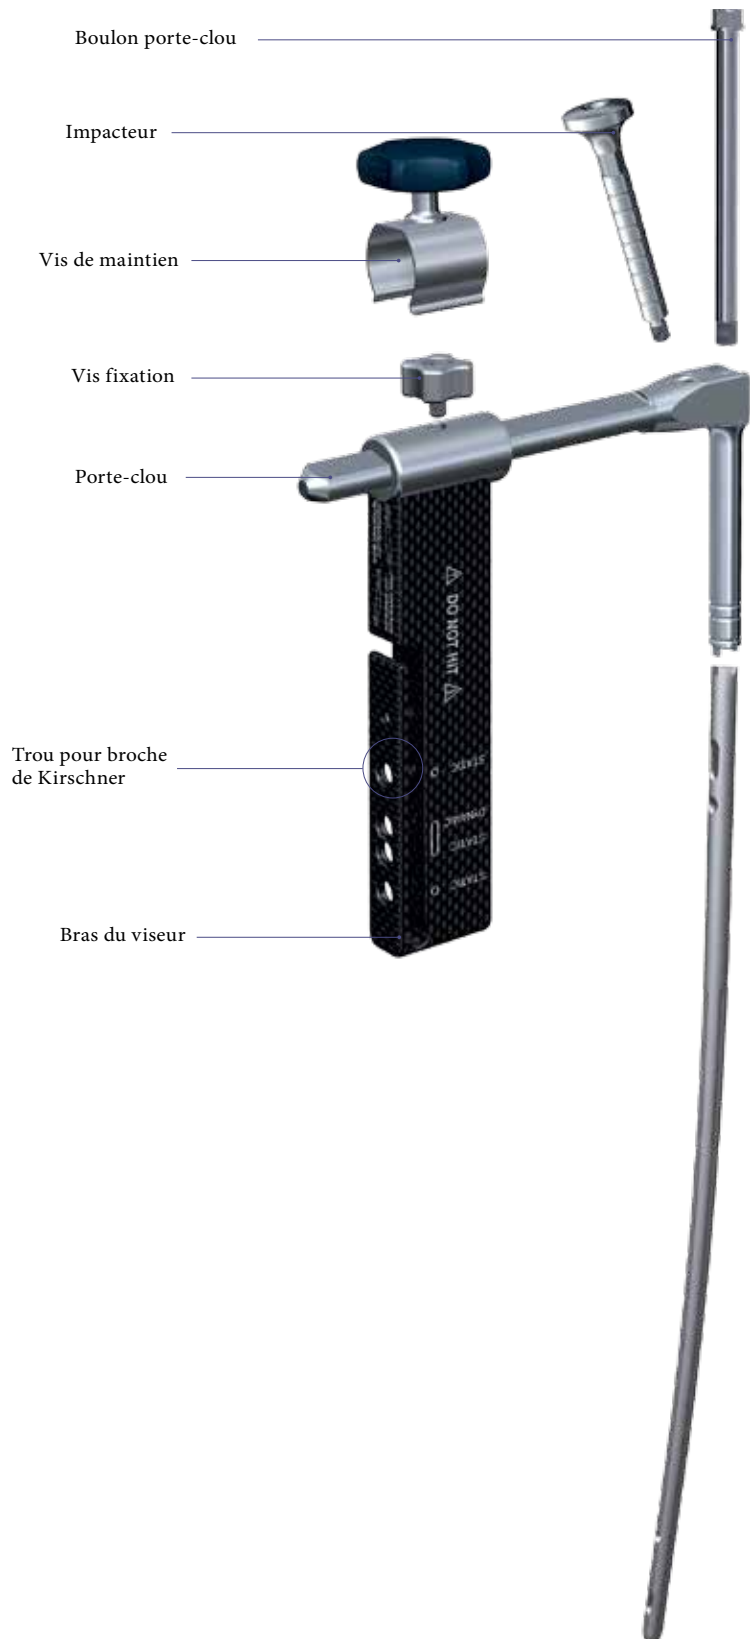

Fig. 1
Assembler le clou choisi au porte-clou (1806-1005) et insérer le boulon porte-clou fémoral (1806-0165) (Fig. 1). Serrer fermement le boulon porte-clou à l'aide de la clé à cardan (1806-0400) afin d'éviter tout risque de démontage lors de l'insertion du clou.
- De plus, insérer la broche de Kirschner de 3 x 285 mm dans le viseur pour déterminer la jonction du clou et du porte-clou (voir Fig. 1).